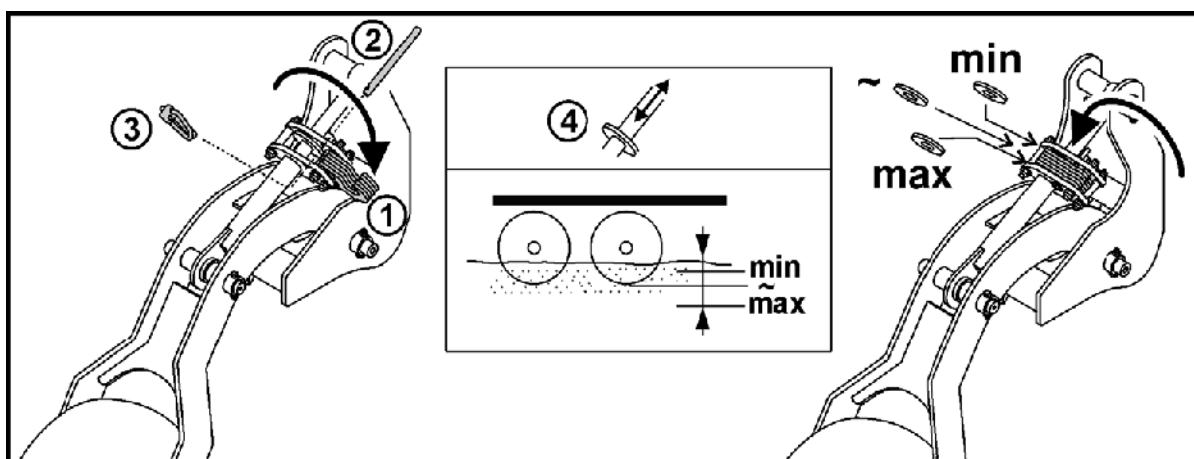

Рис. 26
Перед проведением регулировки снимите фиксирующий палец (Рис. 26/2).
После проведения регулировки зафиксируйте дистанционные элементы (Рис. 26/1) фиксирующими пальцами и пружинными фиксаторами (Рис. 26/3).
2. Отведите задние дистанционные элементы (начиная с упорного диска (Рис. 26/4), на обеих консолях).
2. Отведите передние дистанционные элементы (начиная с упорного диска (Рис. 26/4), на обеих консолях).